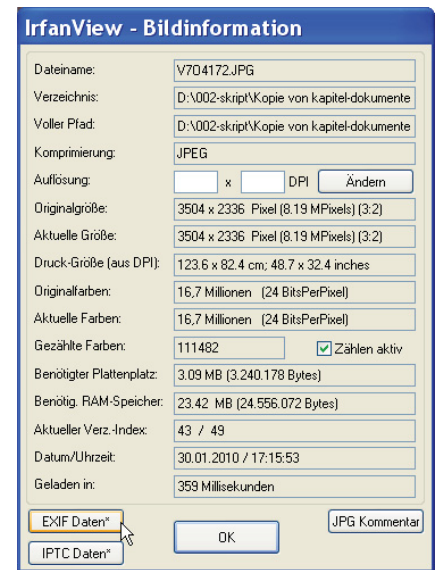

Abb. 5-18: Anzeige der Metadaten in IrfanView
- Beim Öffnen wird die durch Komprimierung erzeugte Bildinformation pixelweise ausgelesen. Daher ist der Bedarf an Arbeitsspeicher beim Bearbeiten eines JPG-Bildes sehr viel größer als der Festplattenspeicher (Abb. 5-18). Das Schließen und erneute Speichern als JPG-Datei hat eine weitere Komprimierung zur Folge.
- Bild- und Dateieigenschaften: Sie liefern wichtige Informationen für eine gezielte Bearbeitung der Bilder (Abb. 5-18).